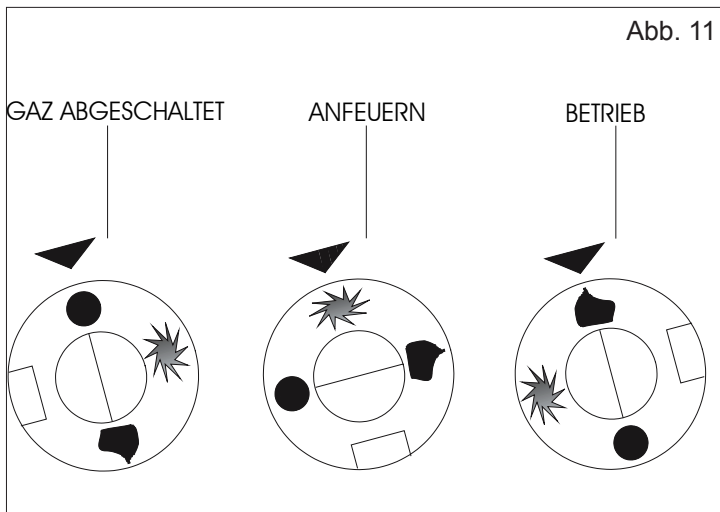

Abb. 11
GERÄTE MIT ELEKTRISCHEM GAS-VENTIL (ABB. 11)
- Den Drehknopf drücken (Abb. 11), auf Position "ANFEUERN" stellen und gedrückt lassen, bis sich die Leitflamme entzündet und nicht mehr ausgeht (zirka 20 Sekunden).
- Den Drehknopf (Abb.11) auf Position "BETRIEB" stellen.
- Den Drehknopf (Abb. 11) wieder auf Position "ANFEUERN" stellen.
- Den Drehknopf (Abb.11) auf Position "GANZ ABGESCHALTET" stellen und den dem Gerät vorgeschalteten Gashahn schließen.